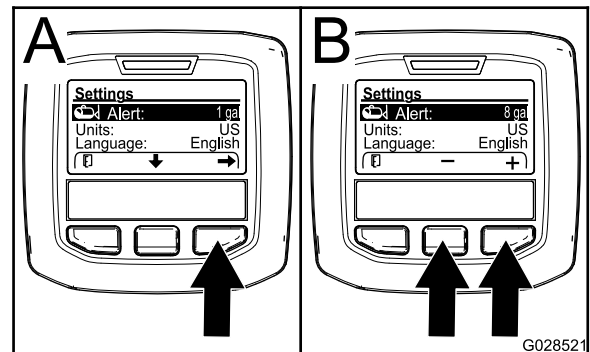

Figure 69
2. Appuyez sur le bouton de sélection central pour mettre en surbrillance le réglage Alerte (Figure 69).
- Appuyez sur le bouton de sélection droit (Figure 69).
- Utilisez le bouton de sélection central ou droit pour entrer la quantité minimum dans la cuve à laquelle l'alerte s'affichera pendant le fonctionnement du pulvérisateur (Figure 69).